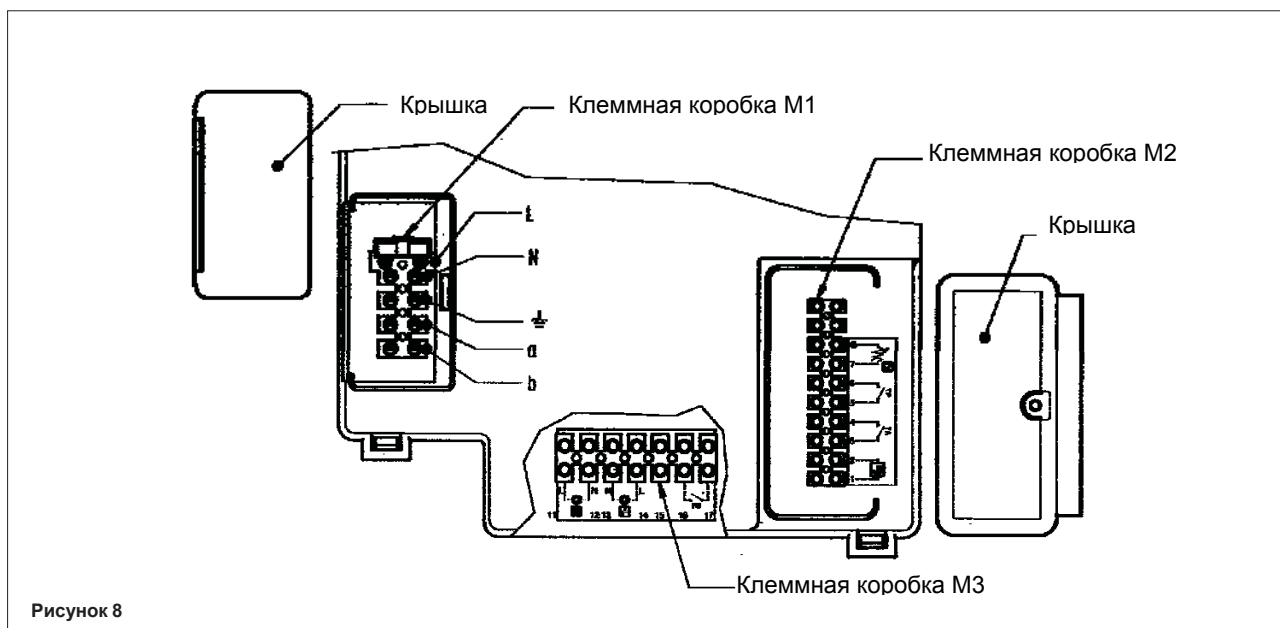

Рисунок 8
- В клеммную коробку встроен плавкий предохранитель на 3,15А (см. Рис. 8). Для его проверки или замены вынуть черный держатель предохранителя.
Чтобы получить доступ к клеммным коробкам M1 и M2, поверните панель управления вниз и снимите две предохранительные крышки. (см. Рис.8).
клеммной коробки M2 (Рис.8), предварительно необходимо удалить перемычку между клеммами 3-4.
Датчик уличной температуры фирмы SIEMENS модели QAC34 (заказывается отдельно) подсоединяется к клеммам 7-8 клеммной коробки M2 (см. Рис.8).